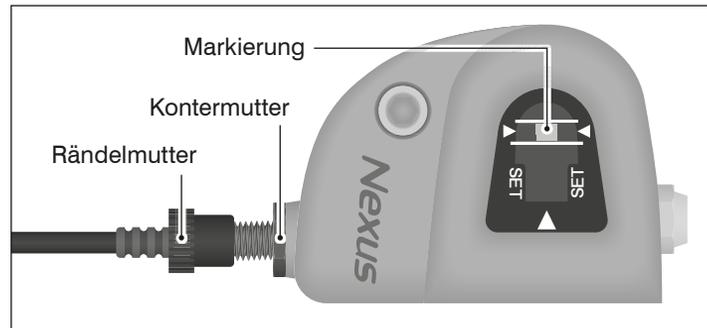

Abb.: E-21 Die Markierung im Sichtfenster steht exakt zwischen den Strichen.
2. Drehen Sie an der rechten Seite des Hinterrades die Kontermutter am Gehäuse der Gangschaltung los (siehe Abb.: E-21).